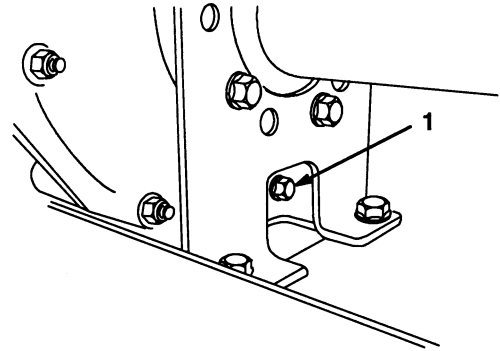

Bild 27
2. Entfernen Sie die Verschlusschraube aus der rechten Seite des Reservoirs (Bild 27) und lassen die Flüssigkeit in eine Wanne ablaufen. Schrauben Sie die Verschlusschraube wieder fest ein, wenn keine Flüssigkeit mehr ausströmt.